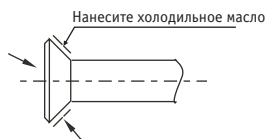

Рис. 10.1
- b. Нанесите холодильное масло (это должно быть моторное масло, совместимое с применяемым холодоносителем) на наружную поверхность развальцованного соединения и коническую поверхность соединительной гайки и затяните вручную на 3-4 оборота перед затяжкой раструбной гайки (рис. 10.1).